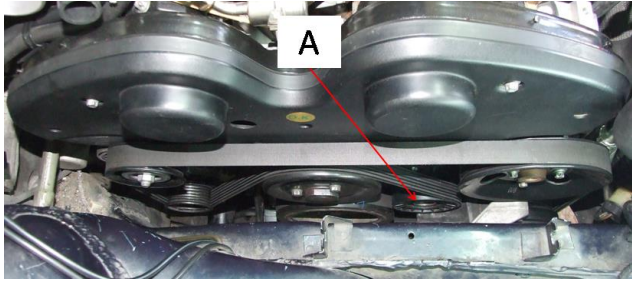

Figure 17
- Mettre en place la courroie d'accessoires : la faire passer sur chaque poulie sauf celle de pompe à eau. En détendant le galet tendeur à l'aide d'une clé de 15, faire glisser la courroie sur la poulie de pompe à eau. Laisser alors le tendeur revenir dans sa position et vérifier le bon cheminement de la courroie, Figure 17.